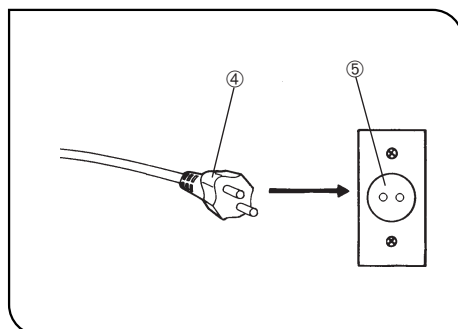

Abb. 29
2. Den Netzkabelstecker ④ in die Wandsteckdose ⑤ einstecken (Abb. 29).